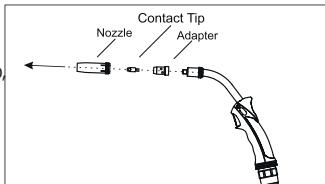

Figura 9: Remover O Bico, A Peça De Contacto E O Adaptador
- Para substituir a bicha, remova o bico, a peça de contacto e o adaptador (Figura 9).